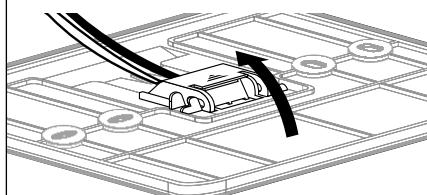

Fig. 2
- raccorder la paire de fils au connecteur (comme expliqué page suivante) et rabattre la languette de protection (fig.2),